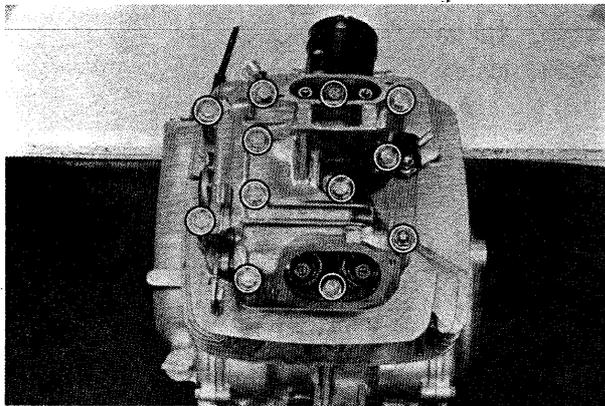

Bild 37
- Bolzen und Muttern des Zylinderkopfdeckels entfernen (Bild 37).